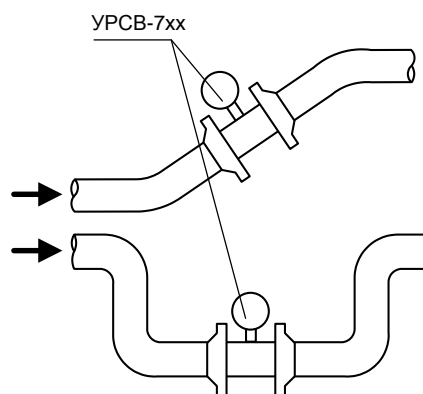

Рис.3. Рекомендуемые места установки расходомера.
- в месте установки в трубопроводе не должен скапливаться воздух – расходомер не должен располагаться в самой высокой точке трубопровода; наиболее подходящее место для монтажа (при наличии) – нижний либо восходящий участок трубопровода (рис.3);